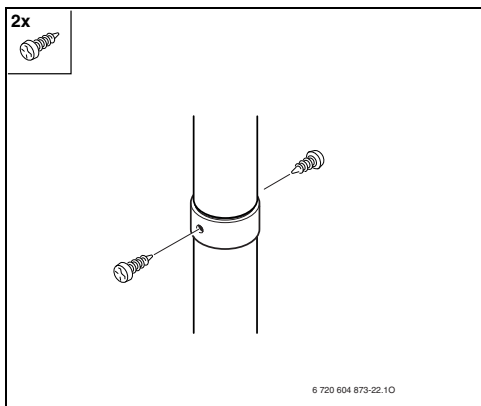

Fig. 38
► Utilizzando le viti incluse, assicurare i condotti per l'aria comburente (Fig. 38 ).